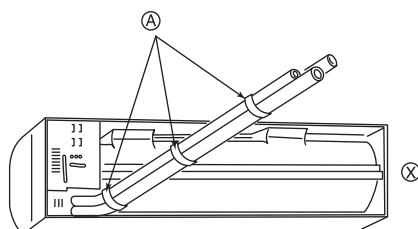

Fig. 3-4
① Трубы сзади, справа и внизу (Fig. 3-4)